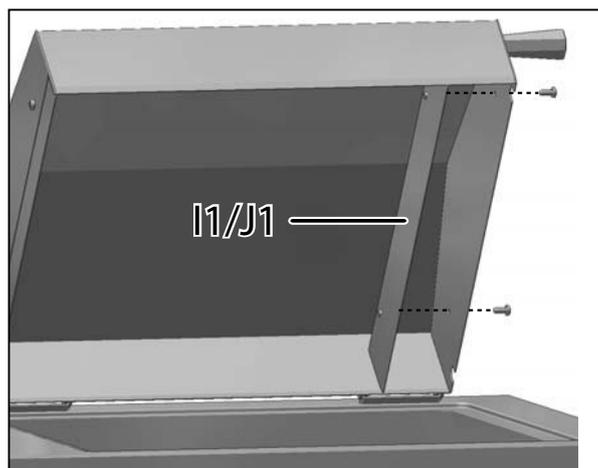

Fig. 22 Montage de la paroi séparatrice
3. Fixer la paroi séparative I1/J1 à droite, à l'intérieur du couvercle à l'aide des 2 vis (Fig. 22). Cette opération a pour but d'éviter les déperditions de chaleur par les encoches du couvercle pupitre spécial.